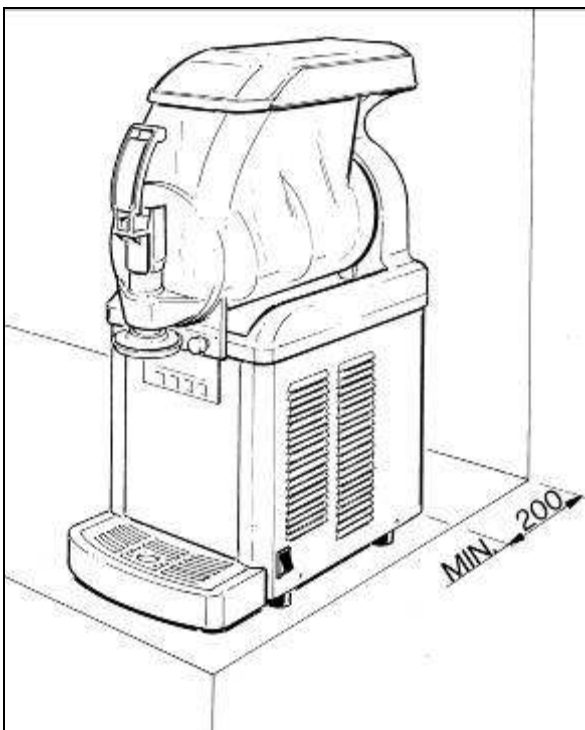

Fig. 2
b) Appoggiare l'apparecchio su una superficie orizzontale e solida facendo in modo che la carrozzeria dell'apparecchio sia ben areata (almeno 8 inches di spazio libero, fig.2), installare l'apparecchio in un ambiente asciutto ed evitare di installarlo vicino a fonti di calore.